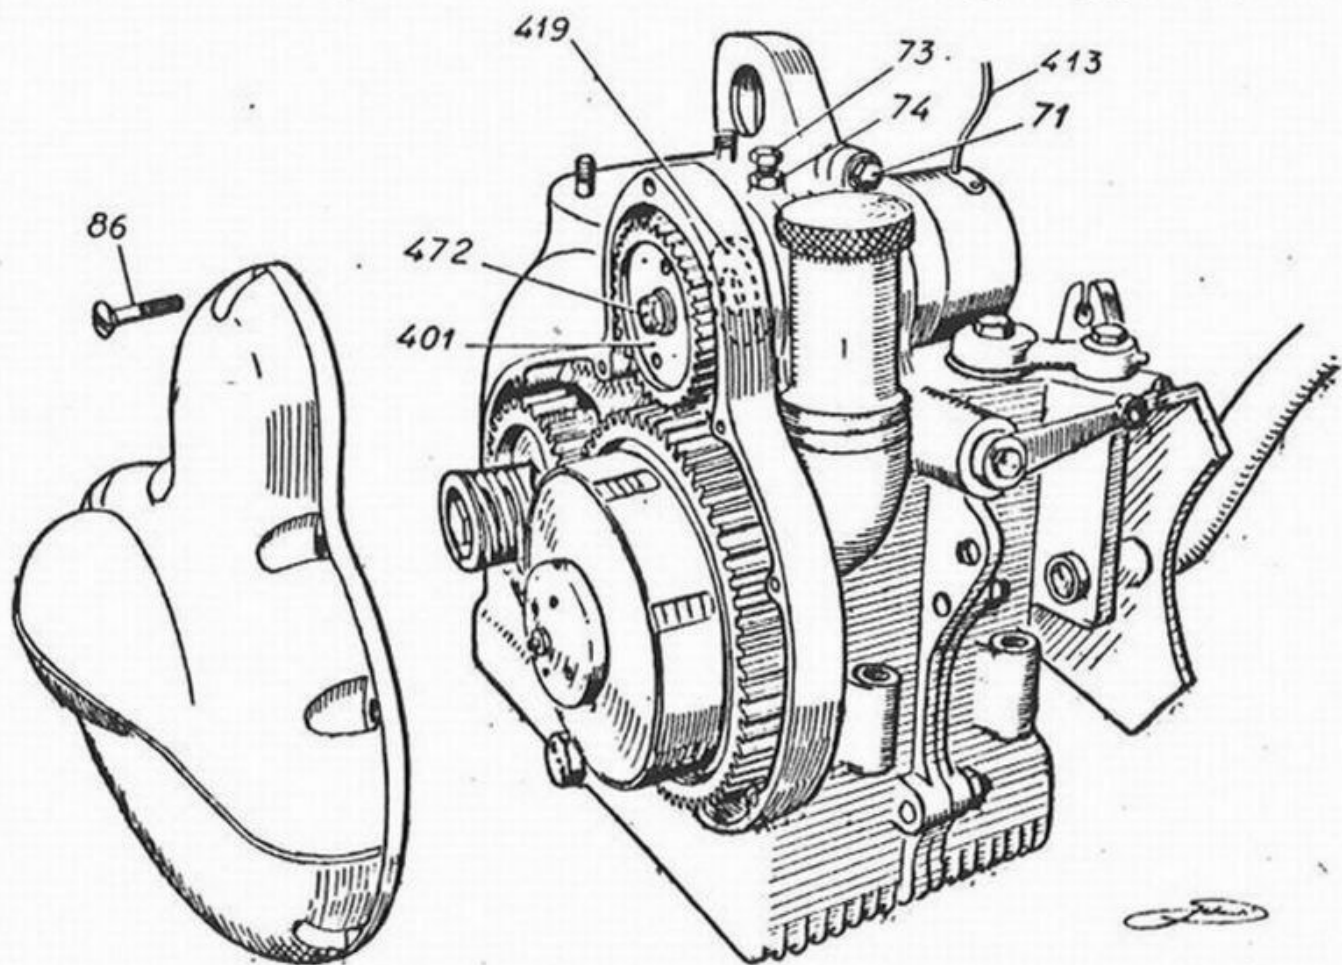

Fig. 7 - Smontaggio della dinamo
8) - Smontaggio della dinamo (fig. 7).